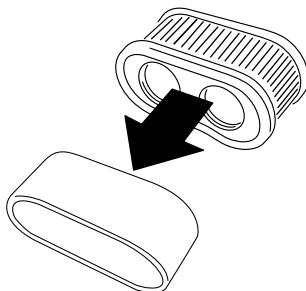

Figure 36
5. Retirez l'élément en mousse de l'élément en papier (Figure 36).